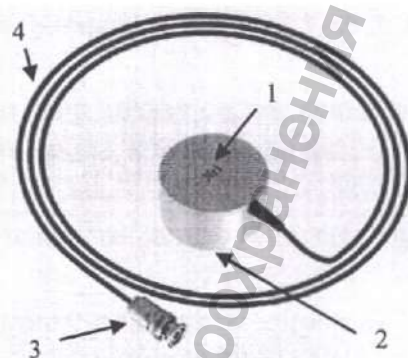

Рисунок 15
9.4. Расположите выбранный излучатель на теле пациента таким образом, чтобы номер излучателя (Рис. 15 поз. 1) оказался сверху, так как рабочая поверхность излучателя (Рис. 15 поз.2) находится с обратной стороны.
9.5. Рабочая поверхность излучателя (Рис. 15 поз.2) должна максимально плотно прилегать к коже пациента.